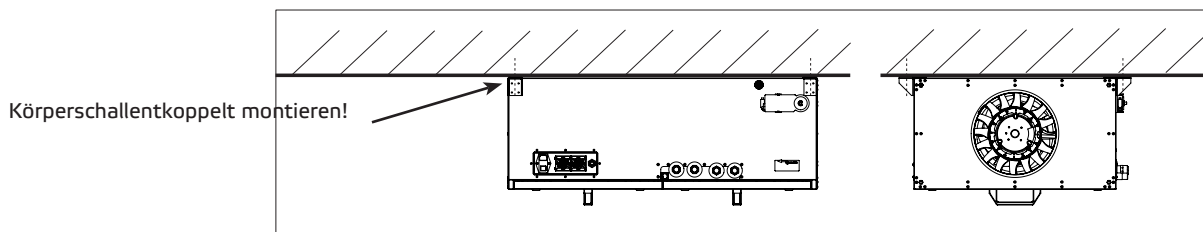

Abb. 10-2
- Der Einbau ist zur Wartung und Reinigung gut zugänglich und mit geringem Aufwand ausbaubar auszuführen. Einen Freiraum von min. der Höhe des Gerätes + 5 cm ist zur Erleichterung von Wartungsarbeiten, wie z.B. Filterwechsel, zu anderen Geräten, Regale oder Schränke einzuhalten. (s. Abb. 10-2).